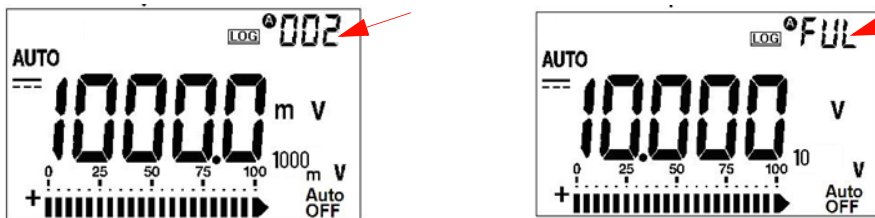

图 2-7 间隔记录显示屏
- 2 读数将按照在“设置”模式中预先设置的每个间隔自动记录到存储器中,请参阅图 2-7。